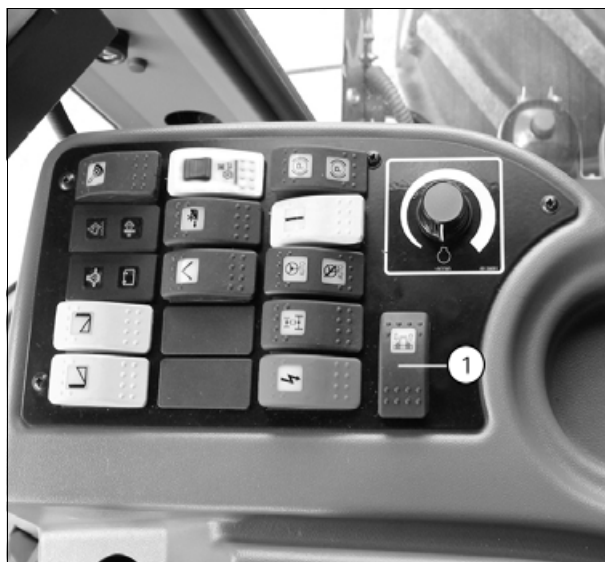

Рис. 2.
Поднимите жатку таким образом, чтобы датчики (1) поверхности не касались поверхности поля (рисунок 2 сверху). Проверьте, чтобы все датчики поверхности находились в нижнем положении.